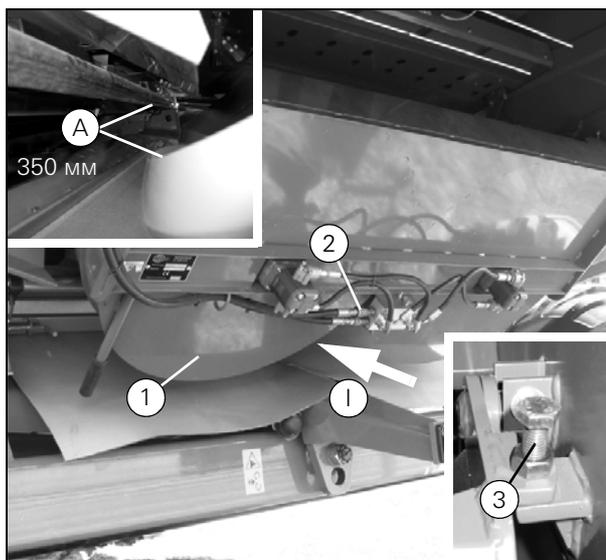
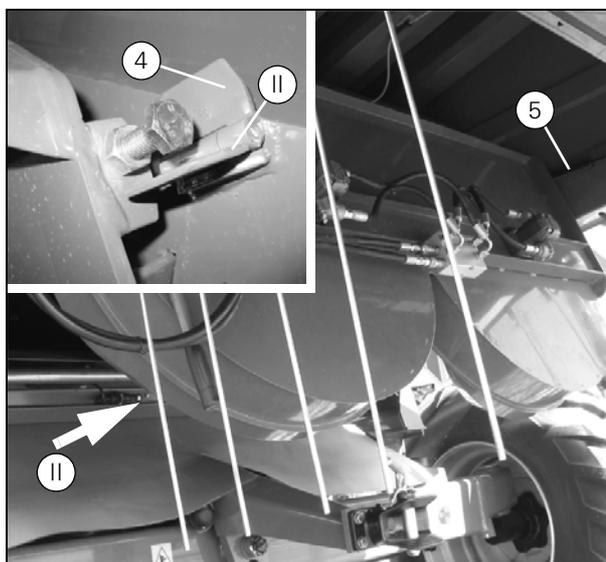
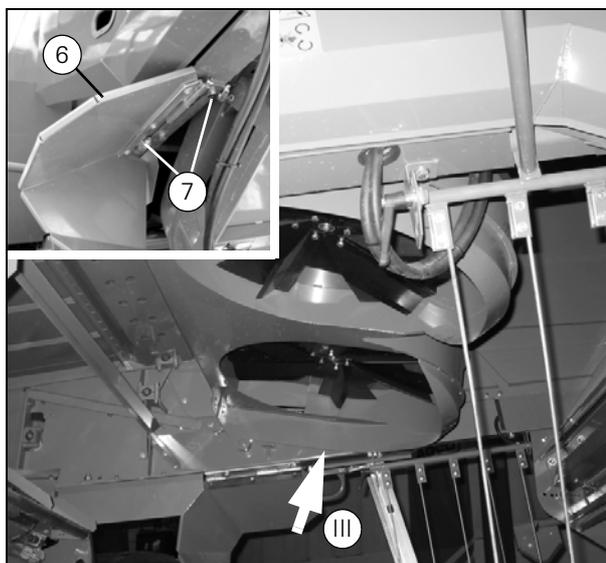

Рисунок 50
Рисунок 51
Рисунок 52
(Рис. 50), (Рис. 51) и (Рис. 52)
Во время работы разбрасыватель соломенной сечки должен находиться в положении I, (Рис. 50). Регулировка разбрасывателя соломенной сечки в положении I выполняется при помощи гаек (3): расстояние (А) от датчика потерь зерна до верхней кромки разбрасывателя должно составлять 350 ± 15 мм, когда грохот находится в крайнем заднем положении, см. (Рис. 50). Если датчик потерь зерна перемещен, следует проверить расстояние (А).
В нерабочем состоянии разбрасыватель соломенной сечки должен находиться в положении II, (Рис. 51). Кроме того, такое положение обеспечивает возможность доступа для регулировки/очистки сит. Установка разбрасывателя соломенной сечки в положение II определяется двумя шарнирными фиксаторами (4), которые при повороте вниз служат в качестве стопоров для разбрасывателя.
В положении III, (Рис. 52) обеспечивается доступ для замены сит или других работ по техническому обслуживанию. Чтобы поднять разбрасыватель соломенной сечки в положение III, повернуть оба шарнирных фиксатора в вертикальное положение. Установка разбрасывателя в положение III определяется двумя пневматическими распорками (5) в бункере соломы.